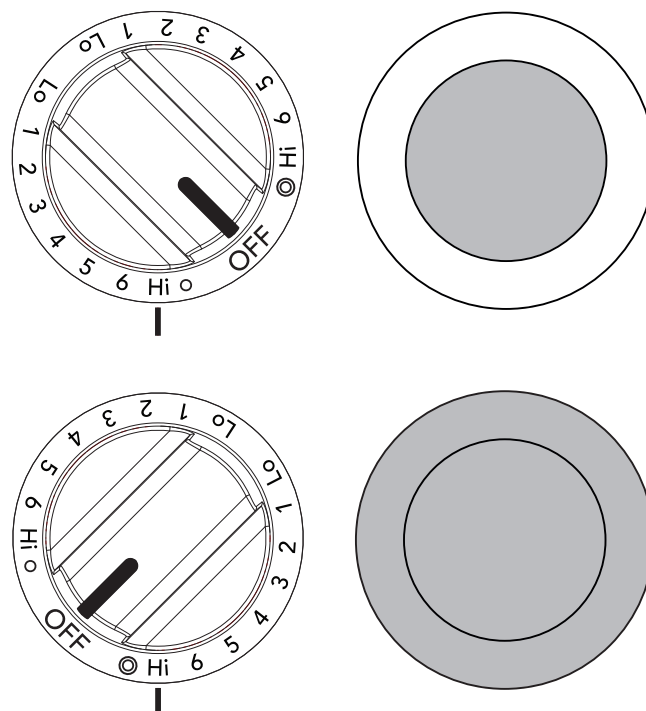

Figure 13 : Réglage des boutons de commande pour élément double
2. Pousser et tourner le bouton de commande dans le sens horaire pour démarrer la cuisson avec les deux éléments (intérieur et extérieur). Pousser et tourner le bouton dans le sens antihoraire pour les ustensiles de cuisine plus petits (voir Figure 13).